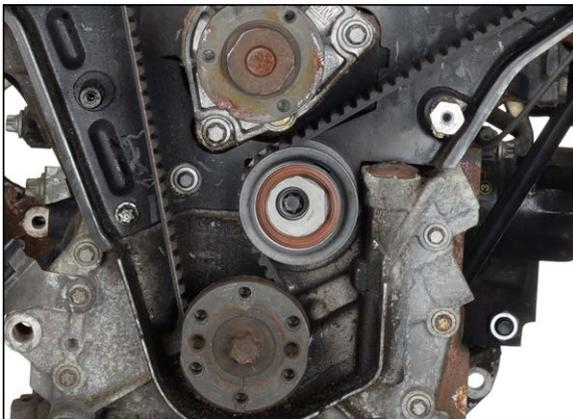

Fig. 17
3. À l'aide de la clé MKM-6038 ou d'une clé multiprise, tourner l'excentrique du galet tendeur inférieur dans le sens inverse des aiguilles d'une montre jusqu'à ce que la pointe de l'excentrique se trouve en position 2 heures (Figure 17).